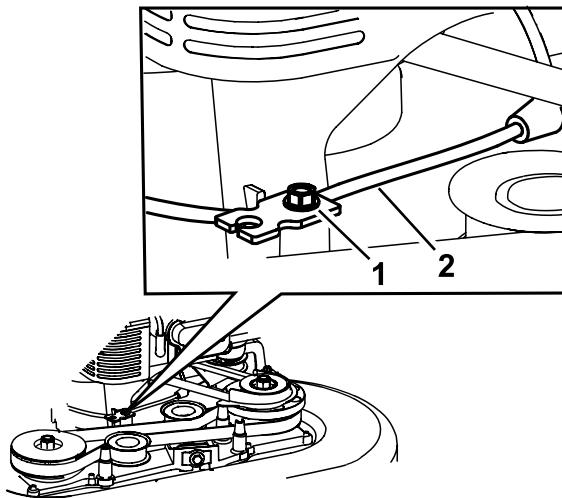

Figure 43
5. Desserez la vis du serre-câble (Figure 43).